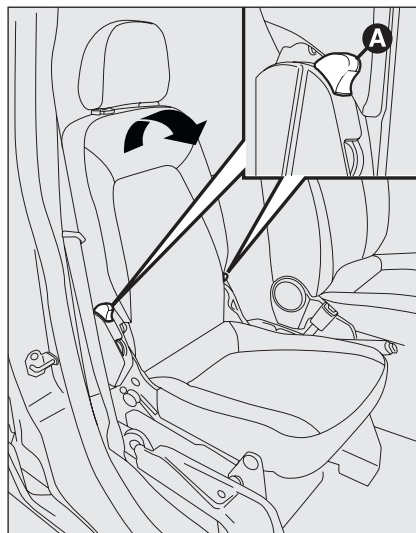

fig. 21
- agir sur les leviers **A-fig. 21** et rabattre vers l'avant le dossier selon le sens indiqué par la flèche;